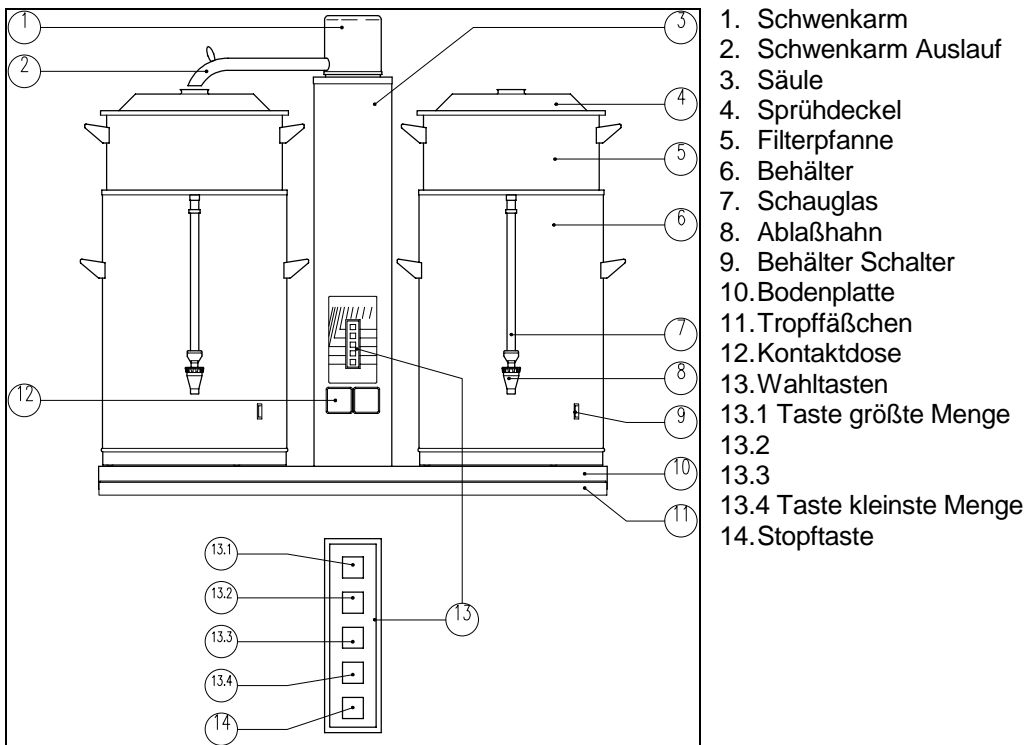
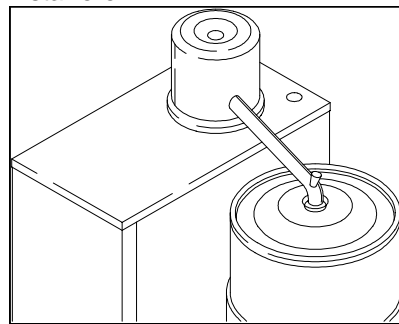

Abb.2
Abb.3
3. Die Container sind mit den darauf befindlichen Filterpfannen auf die Bodenplatte zu stellen, wonach die Stecker in die Steckdosen (Nr. 12, siehe Abb.2) in der Säule gesteckt werden.
bringen (Siehe Abb. 3).
6. Die Container und Filtereinheiten sind mit Heißwasser zu spülen. Hierfür ist die Wahltaste für die größte Menge (Nr. 13.1, abb.2) zu betätigen. Das Lampe in der Wahltaste leuchtet auf. Der Container wird jetzt mit Heißwasser gefüllt. Sobald das Programm abgelaufen ist, erlischt Die Lampe in der Wahltaste
1. Containerstecker in die Steckdosen der Säule (Nr. 12, Abb.2) einstecken.
2. Den Container mit dem Schalter (Nr.8, Abb.2) einschalten. Die Lampe in dem Schalter leuchtet auf.
3. Den Deckel von der Filterpfanne (Nr. 4 +5, Abb. 2) abheben, einen Papierfilter einsetzen und diesen etwas befeuchten.
6. Drehen Sie den Schwenkarmauslauf (Nr.2, Abb. 2) über das Loch im Sprühdeckel (Siehe Abb. 3).
7. Drücken Sie die Wahltaste (Nr.13.1 bis 13.4, Abb.2) für die gewünschte Kaffeemenge. Die Kontrolllampe in der gedruckten Wahltaste leuchtet auf und die Maschine fängt mit dem Brühen an.
Wenn der Zufuhrhahn länger als 60 Sekunden geöffnet ist, wird das laufende Programm ausgeschaltet. Die aufgetretene Störung ist zu beheben. (Zu überprüfen ist, ob das kleine Sieb im Zufuhrhahn des Geräts nicht verlegt ist oder ob der Hahn auf andere Weise blockiert wird). Nach Behebung der Störung kann das System wieder mit Hilfe des Wahlschalters (13.1 bis 13.4, Abb.2) eingeschaltet werden. Das Programm wird von neuem gestartet.
3. Falls sich an der Innenseite der Container ein hartnäckiger Kaffeeansatz befindet, kann man die Container füllen mit Heißwasser (mittels Wahl taste 13.1, Abb.2).